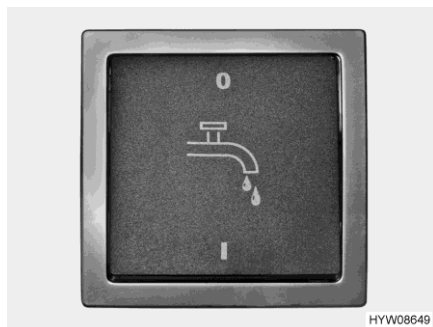

Fig. 124 Interruttore (pompa dell'acqua)
- ▷ Prima di poter utilizzare le rubinetterie dell'acqua, è necessario inserire l'alimentazione a 12 V sul pannello di controllo e la pompa dell'acqua dall'interruttore (Fig. 124). In caso contrario la pompa dell'acqua non funziona.